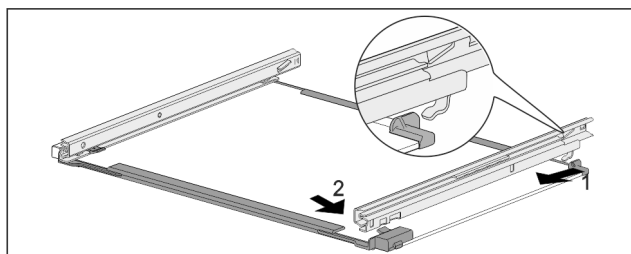

Fig. 242 Skleněná deska s kolejničkami
- ▶ Zahákněte kolejničku vzadu. Fig. 242 (1)
- ▶ Zaklapněte kolejničku vpředu. Fig. 242 (2)